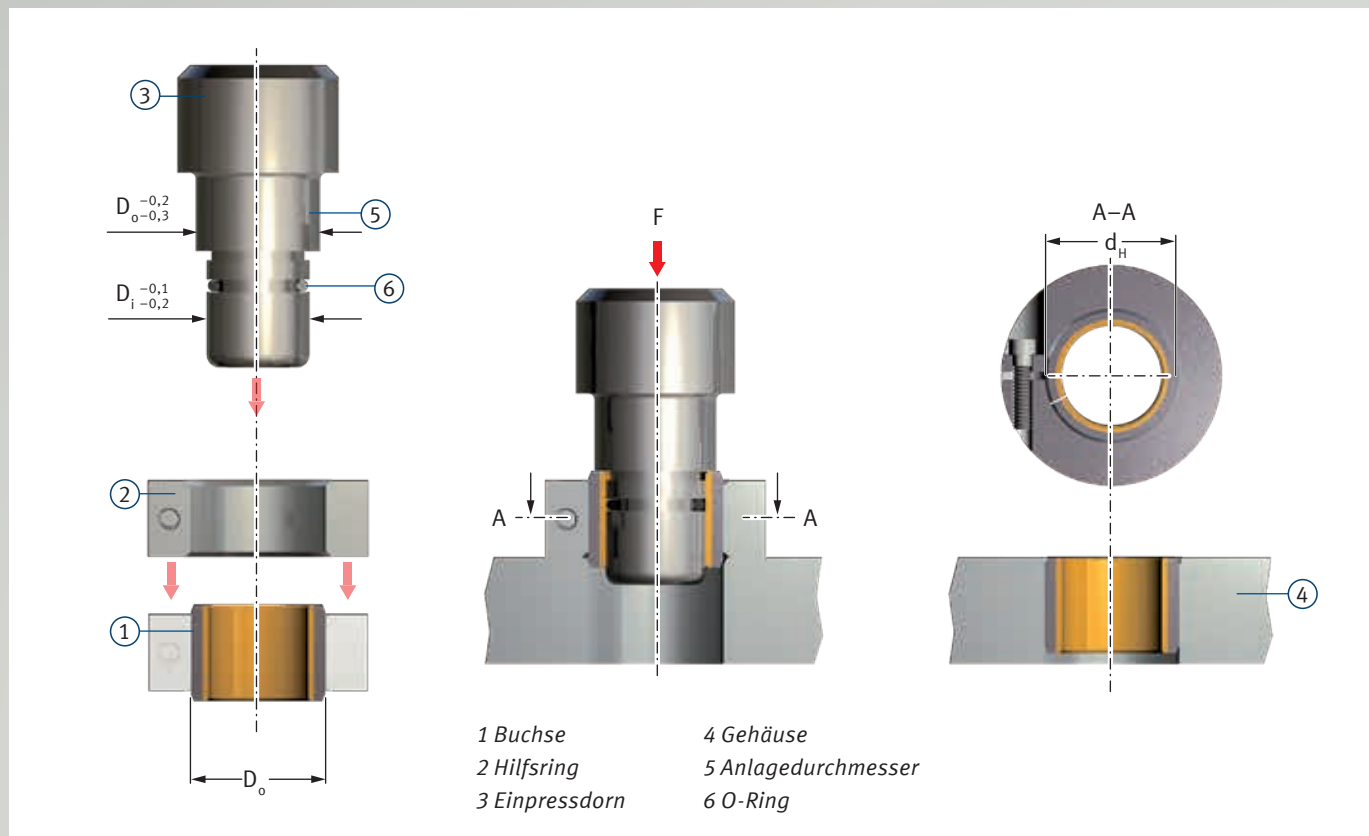

Abb. 53: Einpressen von Buchsen, $D_o \geq 55 \text{ mm}$, mit Hilfsring
- Einpressen mit Dorn und mit Hilfsring gemäß Abb. 53.
Abb. 53 zeigt das Kalibrieren mittels eines Dorns.